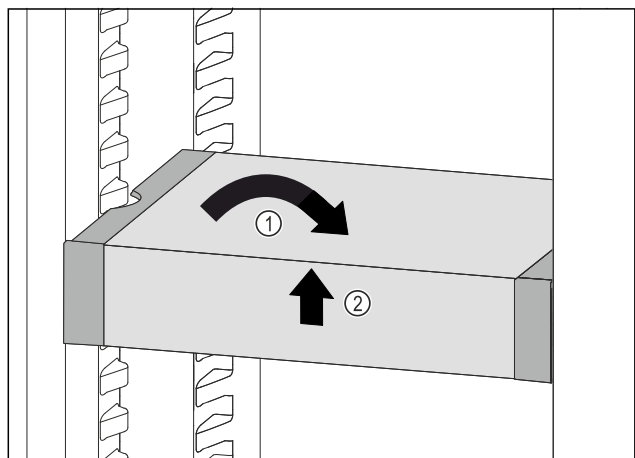

Fig. 134
- ▶ Установите VarioSafe прямо. Fig. 134 (1)
- ▶ Приподнимите VarioSafe спереди. Fig. 134 (2)